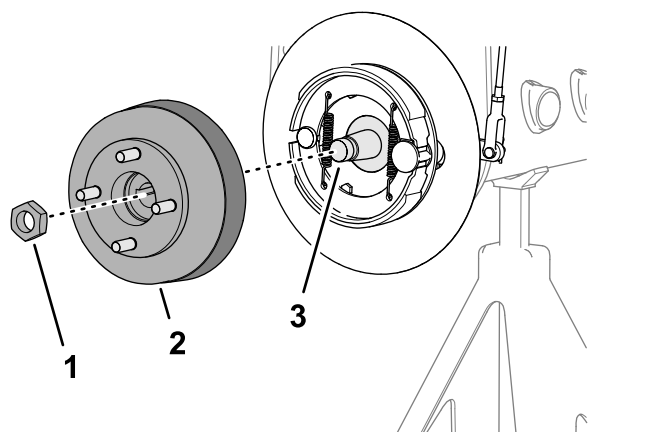
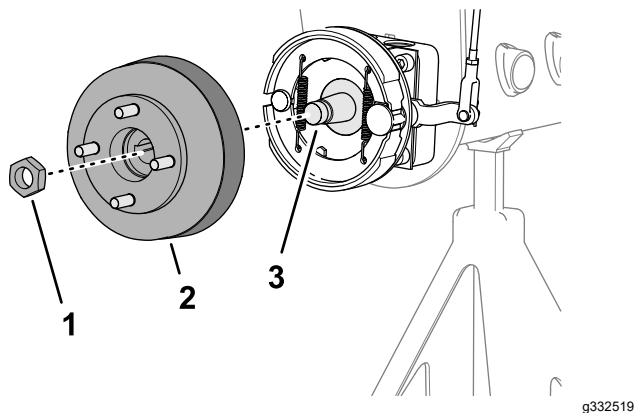

图 62
图 61
1. 卸下将轮毂固定到车轮马达轴上的锁紧螺母图 61 或图 62。
4. 使用指定的轮毂拉拔器从车轮马达轴上卸下轮毂和制动鼓图 61 或图 62。